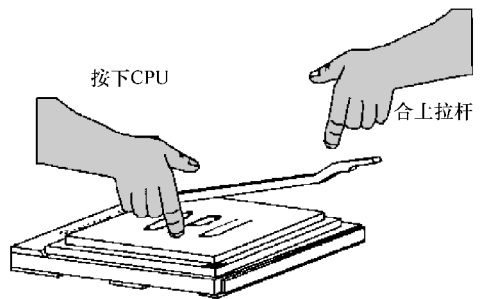

图 2-70 合上 CPU 拉杆示意图
4) 最后，稳固地将 CPU 插入到插座里并且关上拉杆。当拉上拉杆时，CPU 可能会移动，一般关上拉杆时用手指按住 CPU 的上端以确保 CPU 已完全嵌入进插座里，如图 2-70 所示。